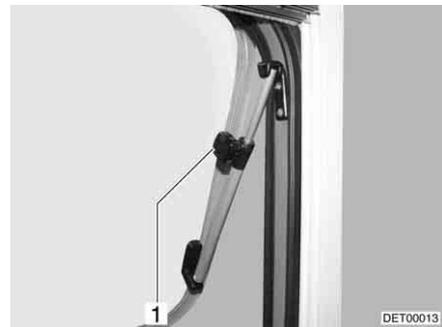

Bild 71 Dachhaube mit Dreh-Ausstellern, geöffnet
■ Dachhaube bis zur gewünschten Stellung öffnen und mit Rändelknopf (Bild 71,1) feststellen.
Schließen: ■ Rändelknopf (Bild 71,1) drehen, bis Arretierung freigegeben wird.